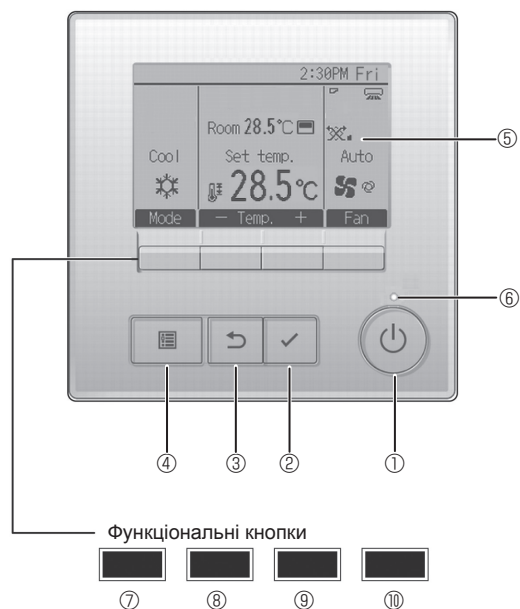

Fig. 7-1
7.2.1. Використання провідного пульта дистанційного керування (Fig. 7-1)
① Кнопка [УВИМКН./ВИМКН.]